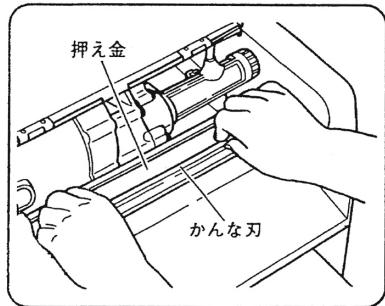

図 26
(3) かんな刃の両端を持って押え金とかんな洞の間にかんな刃を挿入します。 (図 26)